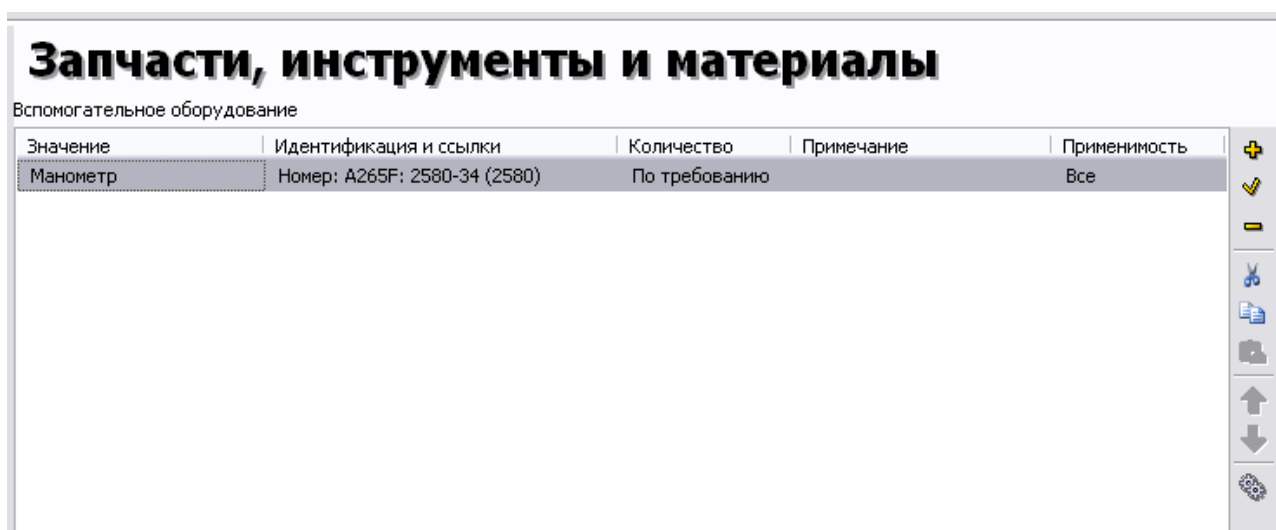

Рис. 7.31
10. Нажмите на кнопку **Применить** для возврата в окно **Вспомогательное оборудование** (Рис. 7.31).